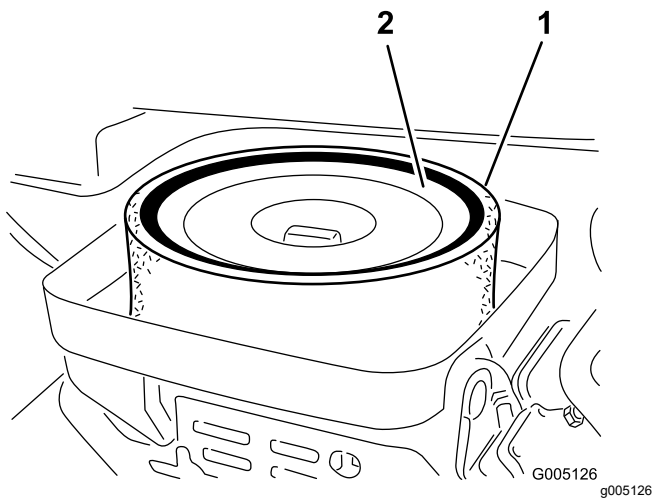

图 32
3. 卸下将滤芯固定到空气滤清器壳体上的蝶形螺帽图 32。
4. 如果泡沫滤芯变脏请将其从纸质滤芯中取出图 32。按照以下方式彻底清洁滤芯